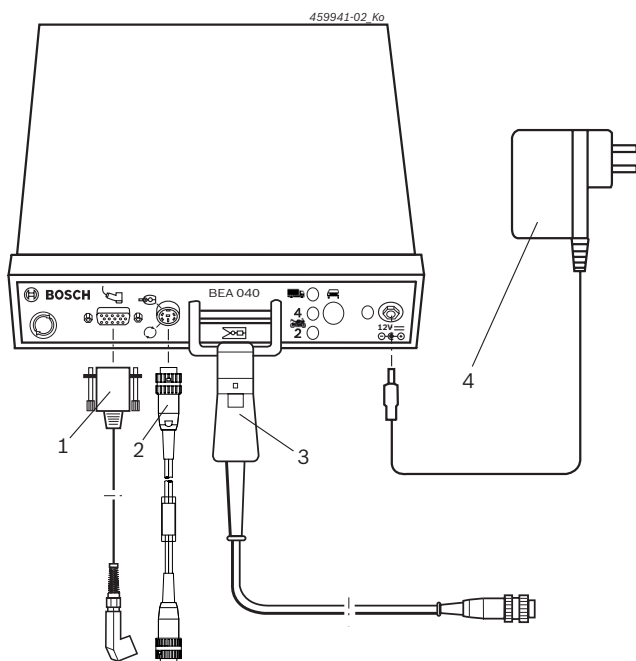

Fig. 3: Esquema de conexiones
! En los vehículos diésel se puede utilizar el cable de conexión para la señal del captador de pinza (1 684 460 283). En este caso, el lado de metal del conector del cable de conexión para la señal del captador de pinza debe estar insertado en el equipo de comprobación Bosch y el lado de plástico del conector del cable, en el BEA 040. **Adicionalmente, es indispensable sujetar el borne de conexión de la batería B- del equipo de comprobación Bosch mediante la carcasa metálica del sensor combinado (Fig. 3, pos. 1).**